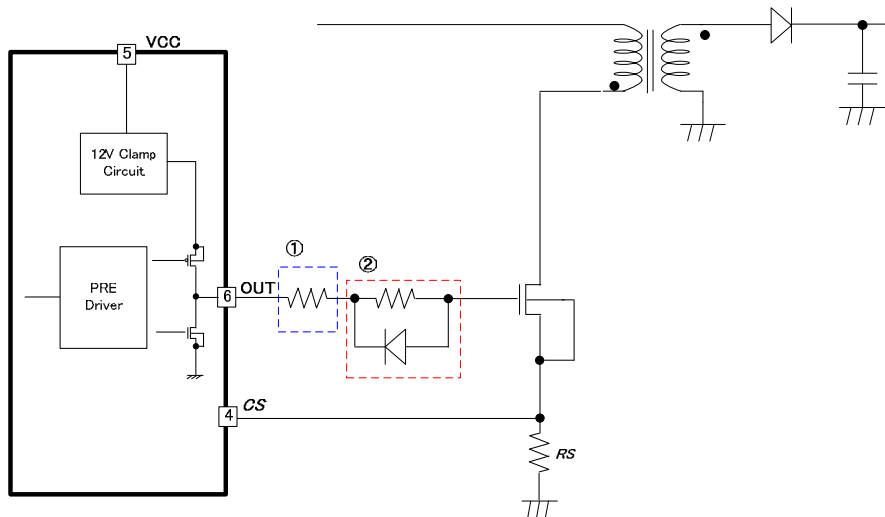

Figure 28. OUT 端子 (5pin) ドライバ回路
OUT のターン ON およびターン OFF 時に発生するスイッチングノイズにより、EMI に問題が発生する場合があります。その場合、MOSFET のターン ON 時間およびターン OFF 時間を遅らせる必要があります。ただし、ターン OFF 時間を遅らせるとスイッチング損失が増加します。Figure 28 に OUT 端子の遅延回路を示します。Figure 28 の①はターン ON とターン OFF の両方に効果があります。②はターン ON のみを遅らせて、ターン OFF を速めるものです。
(10) 基板レイアウトパターンの注意点